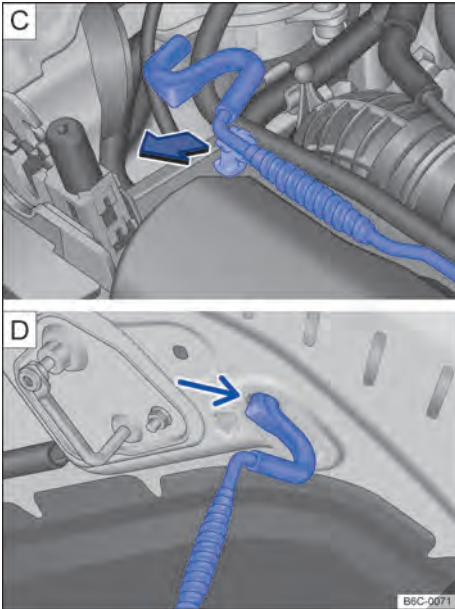

Fig. 144 [C] Varilla de sujeción de la tapa del compartimento del motor. [D] Tapa del compartimento del motor apoyada en la varilla de sujeción.
- Retirar la varilla de sujeción del soporte en el sentido de la flecha → fig. 144 [C] y colocarla en la abertura de la tapa del compartimento del motor → fig. 144 [D].
- Retirar la varilla de sujeción del orificio → fig. 144 [D] y encajarla en el soporte del cierre → fig. 144 [C].